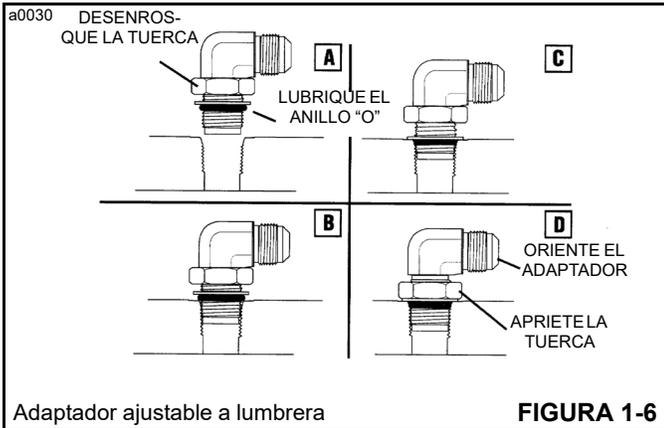

FIGURA 1-6
2. Lubrique el anillo “O” con una capa liviana de aceite limpio (Figura 1-6, A).
3. Desenrosque la contratuerca tanto como sea posible (Figura 1-6, A).
4. Enrosque el adaptador en la lumbrera a mano hasta que la arandela de respaldo haga contacto con la cara de la lumbrera y sea empujada totalmente hacia la contratuerca (Figura 1-6, B).
5. Para orientar el adaptador, desenrosque el adaptador la cantidad requerida, pero no más que una vuelta completa (Figura 1-6, C).
6. Sostenga el adaptador en la posición deseada y apriete la tuerca (Figura 1-6, D) siguiendo el método F.F.F.T.; vea MÉTODO F.F.F.T. (caras planas de tuerca después de apretar a mano), empezando con el paso 4.